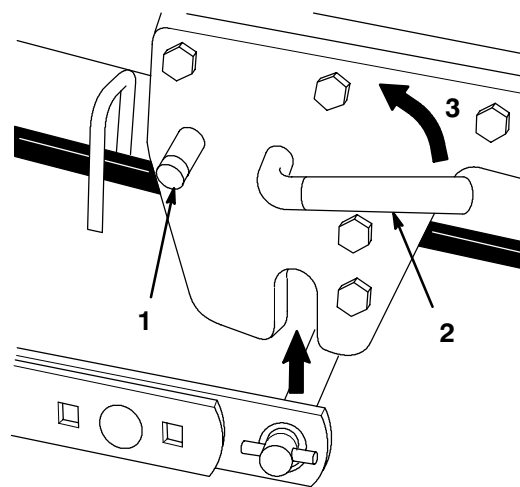

Figure 8
9. Tourner la manette de l'Attach-A-Matic™ en sens inverse aux aiguilles d'une montre pour verrouiller l'accrochage de l'unité de coupe sous le tracteur (Fig. 8).